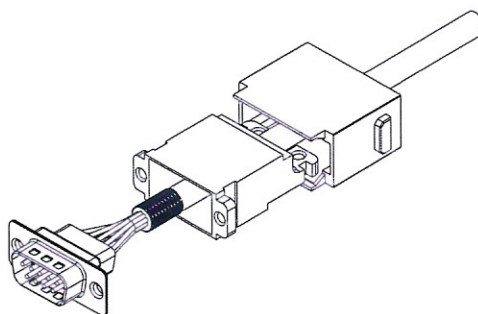

Рисунок 36 – Установка контактов в соединитель СП2
14.4 Установить контакты в соединитель СП2 (рис. 36).